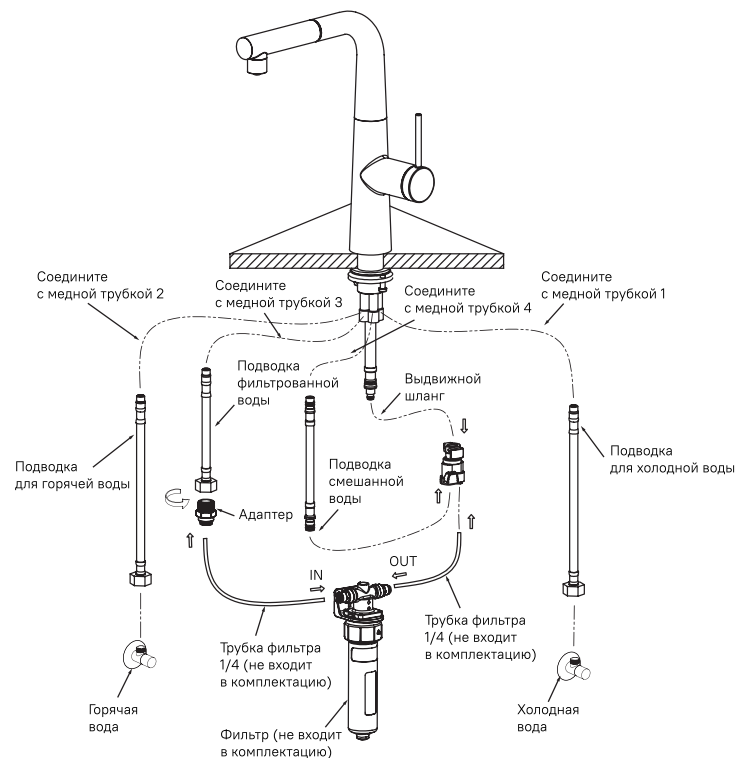

Рис. 1
2. Соедините подводку для холодной воды под №1 с медной трубкой №1 (рис. 1).
3. Соедините подводку для горячей воды под №2 с медной трубкой №2 (рис. 1).